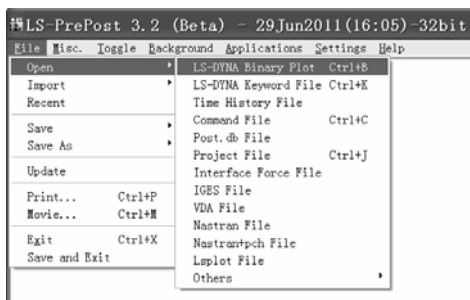
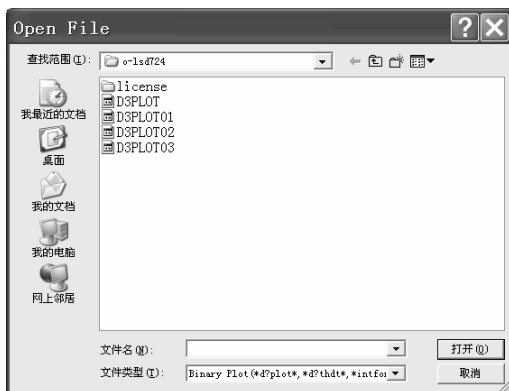

图 1-59 打开计算结果文件
图 1-60 “Open File”窗口
(3) 单击操作界面左上角的 File 下拉菜单, 再单击“Open”, 最后单击“LS-DYNA Binary Plot Ctrl+B” (见图 1-59), 弹出“Open File”窗口 (见图 1-60)。